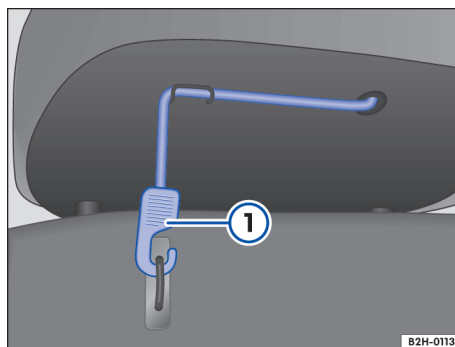

Fig. 69 Debajo del asiento trasero: cinta de sujeción de la banqueta.
Las dos partes de la banqueta del asiento trasero pueden levantarse por separado. Cada parte tiene una cinta de sujeción en el lado inferior → **fig. 69**.
1. Desenganche la cinta → **fig. 69** ① de su fijación en la parte inferior de la banqueta.
3. Coloque la cinta en el alojamiento dispuesto debajo de la banqueta y engánchela en la fijación → **fig. 69**.